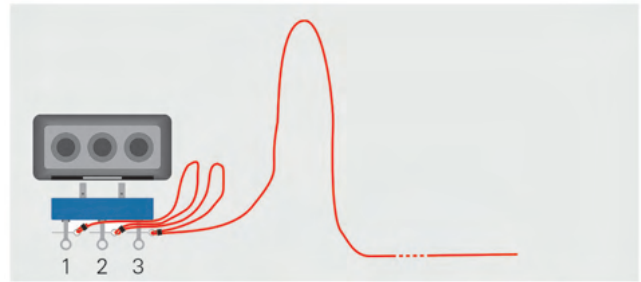

Abb. 49: Reihenfolge beim Stecken der Sicherungsstifte
- Wenn die Abzugsleine nach rechts ausgelegt wurde, werden die Schlagbolzen in der Reihenfolge von links nach rechts gespannt und mit den entsprechenden Sicherungsstiften gesichert (s. Abb. 49). Wenn die Abzugsleine nach links ausgelegt wurde, werden die Schlagbolzen in umgekehrter Reihenfolge gespannt und gesichert.